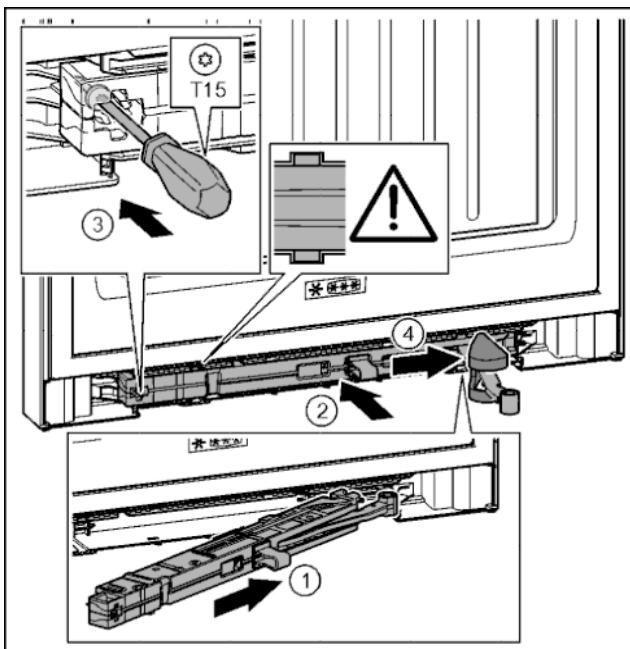

Fig. 43
- Вставить узел амортизатора со стороны опорного кронштейна в выемку до упора под наклоном. Fig. 43 (1)
- Полностью вставить узел амортизатора в выемку. Fig. 43 (2)
- Затянуть винт отверткой T15. Fig. 43 (3)
- Переместить крышку над шарниром. Fig. 43 (4)